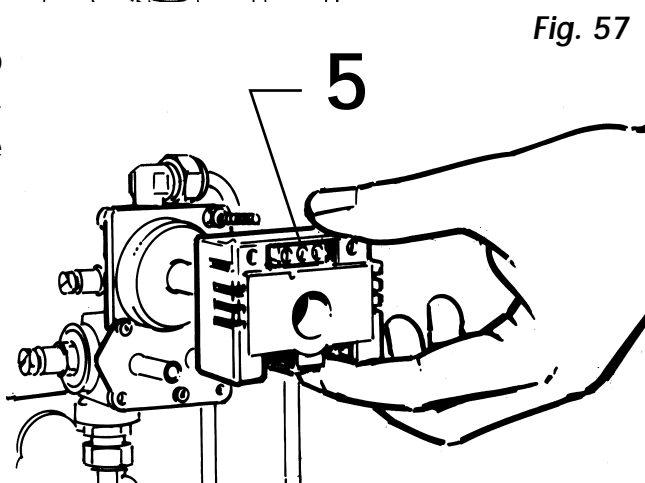

Fig. 57
- Togliere il corpo ponte 5 estraendolo dalla colonnetta di fissaggio (Fig. 57).